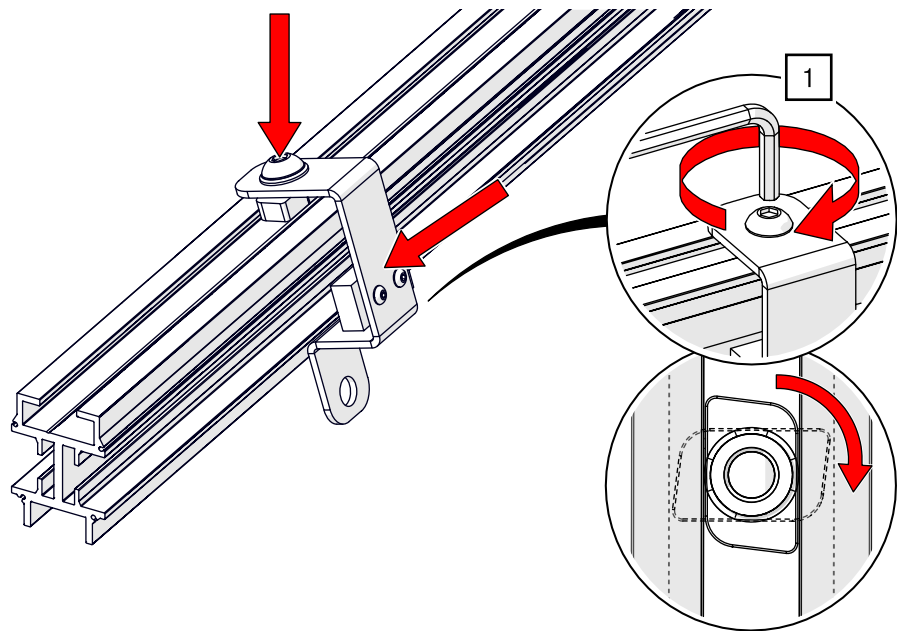

Abb. 66: BELT-TRACK Endanschlag – Endanschlag montieren
- Hängen Sie den vormontierten Endanschlag in das Schienenprofil und ziehen Sie die Schraube mit Nutenstein mit einem ISK SW 5 und 27 Nm an (siehe Abb. 66).